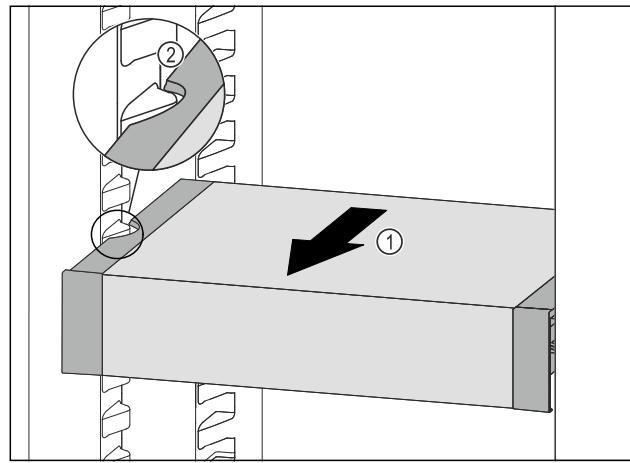

Fig. 97
- Потягнути VarioSafe вперед Fig. 97 (1), поки бокові заглиблення VarioSafe не опиняться на рівні ребра для ємності в охолоджувальному відділенні. Fig. 97 (2)